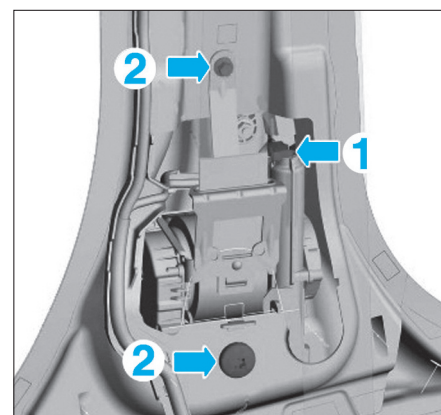

Fig. 19
• Débrancher le connecteur (1) (Fig.19).
• Déposer les vis (2).